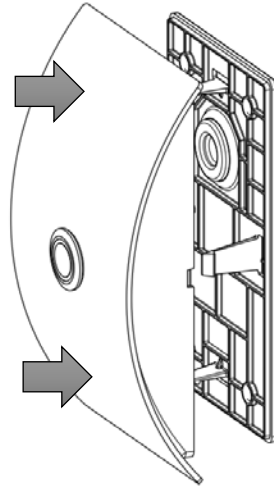

Abb. 2
5. Setzen Sie die Front vorsichtig und zentriert auf die Rückschale. Achten Sie darauf, dass keine Kabel zwischen Gehäuseteilen eingeklemmt werden können. Mit etwas Druck können Sie nun die Front mit der Rückseite verbinden und die Schnapphaken rasten ein (Abb. 2).